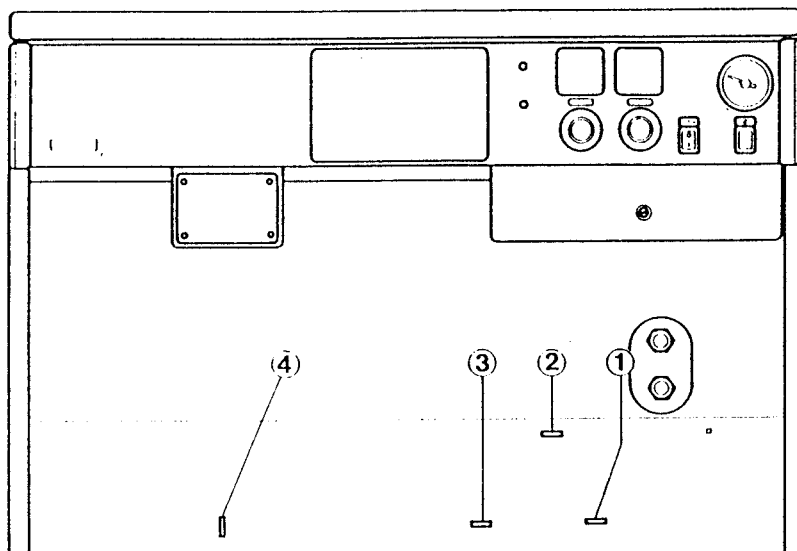
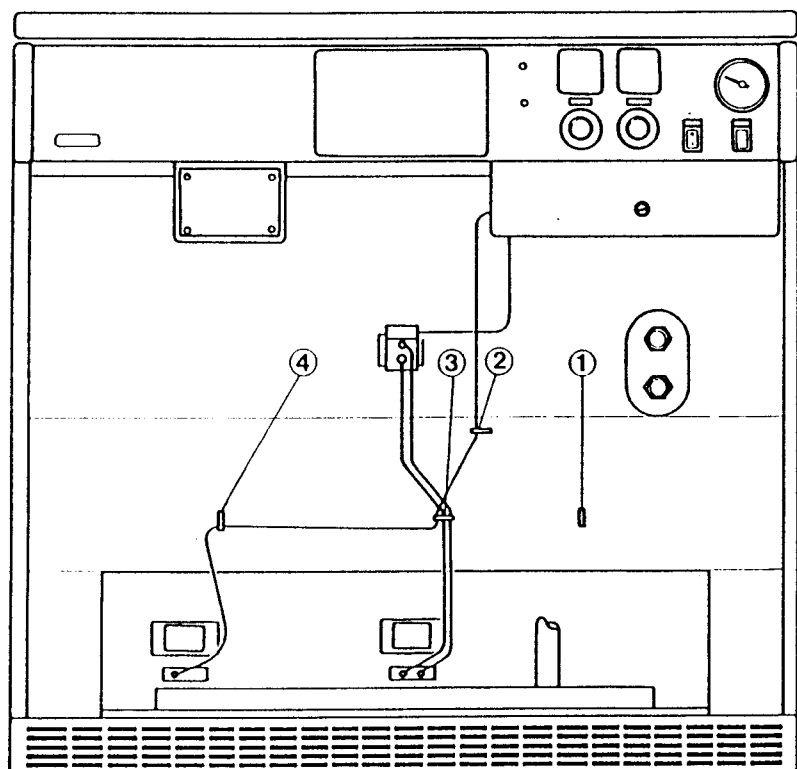

Рис. 15
Рис. 16
- Крепеж кабеля (К, рис. 14) на лицевом листе (18) вставить таким образом, как показано на рис. 15 и 16 для того, чтобы можно было провести кабели для нонизации и зажигания кратчайшим путем к электродам. Ионизационный кабель и запальный кабель должны быть проложены без перекрещиваний (см. рис. 16).
На рис. 15 в таблице показано применение и позиционирование держателей кабелей (К) для котлов разной мощности.
На рис. 16 показан пример прокладки в VK 84/3-2 EU.